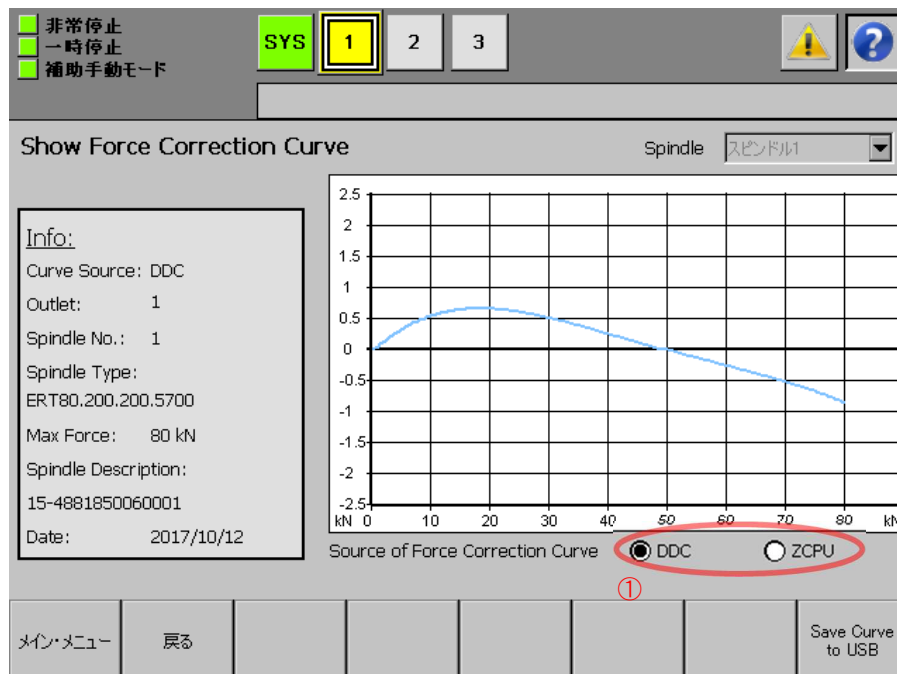

図5. フォースコレクションカーブ表示画面
タッチパッドの「メイン・メニュー」より「サービス機能」→「Force Correction」→「Show Correction Curve」にて表示されます。また、フォースコレクションカーブ表示画面(図5参照)の①にてフォースコレクションカーブデータ参照元を DDC ボックスと ZCPU で切り替えることが出来ます。